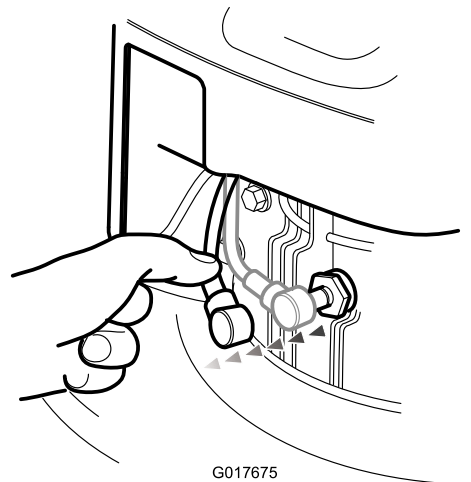

Figura 21
2. Staccate il cappellino dalla candela (Figura 21).